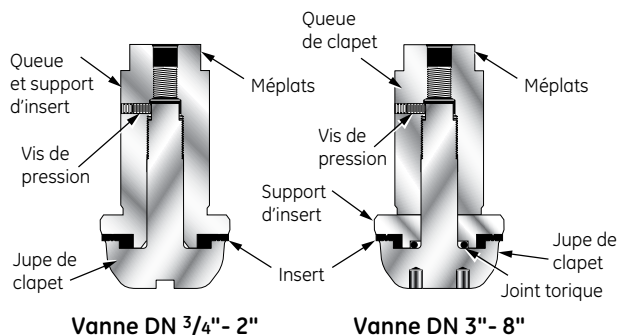

Figure 3 - Clapet PTFE Soft Seat (En option)
7.7 Clapet à portée PTFE Soft-seat (Figure 3)
- Disposer un insert neuf sur la queue - support d'insert comme indiqué par la Figure 3.
- b. Mettre en place un insert neuf sur le support d'insert dans la position indiquée par la Figure 3.